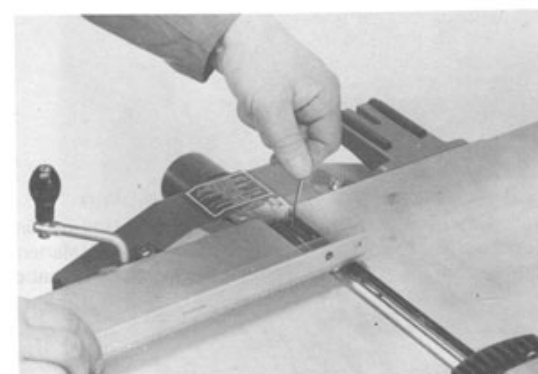

Abb. 19
Цифрами на рис. 19с обозначены:
- Наложите линейку на поверхность плиты для фугования (см. рис. 19/19b).